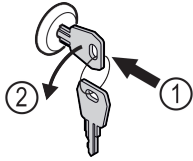

Fig. 123
- ▶ Вдавити ключ. Fig. 123 (1)
- ▶ Повернути ключ на 90° проти годинникової стрілки. Fig. 123 (2)